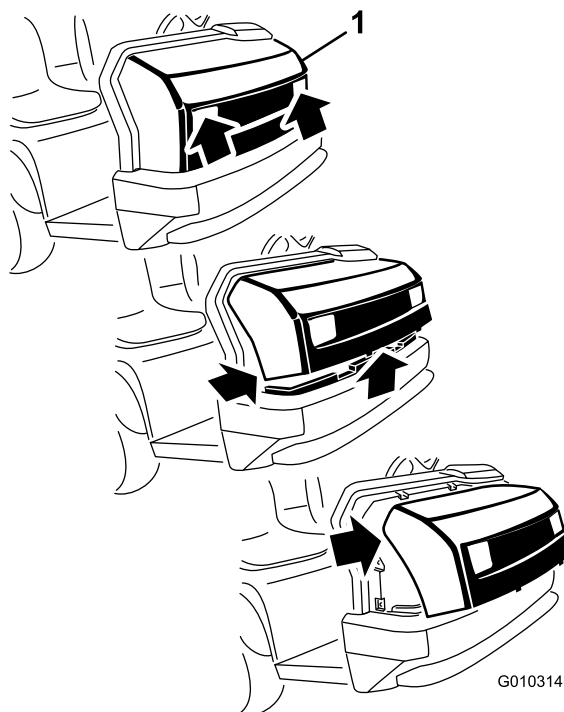

Bild 28
1. Fassen Sie die Motorhaube in den Scheinwerferöffnungen an und heben sie an, um die unteren Befestigungsnasen aus den Rahmenschlitz zu heben (Bild 28).
2. Drehen Sie die Unterseite der Motorhaube nach oben, bis Sie die oberen Befestigungsnasen aus den Rahmenschlitzern ziehen können (Bild 28).
3. Drehen Sie die Oberseite der Motorhaube nach vorne und ziehen Sie die Kabelanschlüsse von den Scheinwerfern ab (Bild 28).
2. Stecken Sie die oberen Befestigungsnasen in die Rahmenschlitzze (Bild 28).
3. Stecken Sie die unteren Befestigungsnasen in die Rahmenschlitzze (Bild 28).